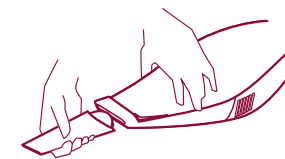

Fig. 7
- For å suge inn støv eller faste materialer fra trange steder må du sette på munnstykket E. (fig. 7)